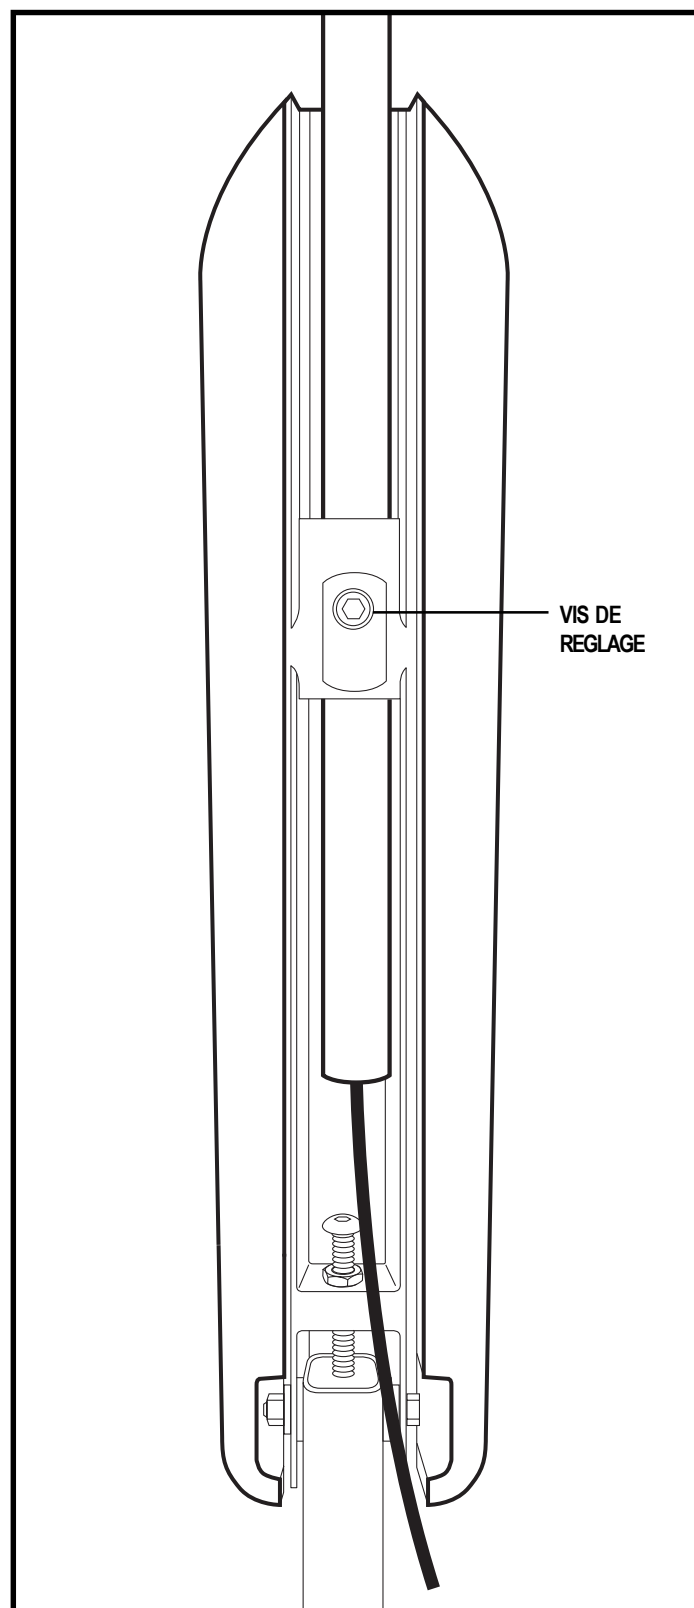

Figure 18. Dessous de l'accoudoir
6. Relevez l'accoudoir pour desserrer la vis de réglage. Voir la figure 18.